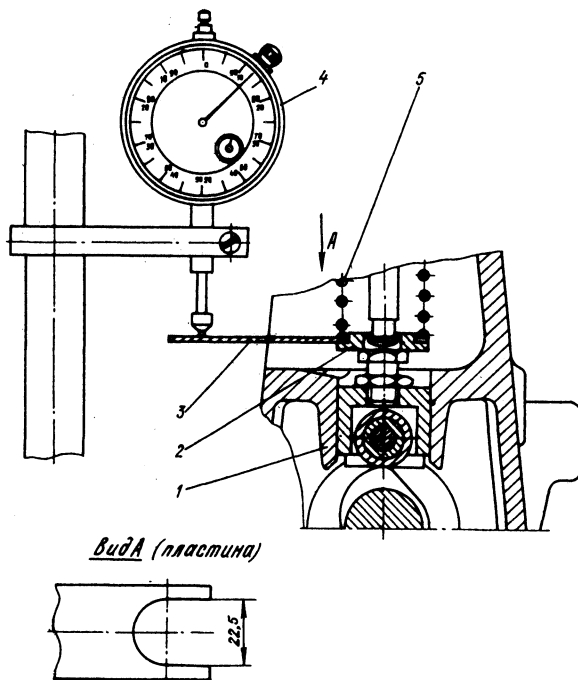

Рис. 49. Прибор для проверки величины подъема толкателя:
2. Снять боковую крышку насоса и установить пластину 3 (рис. 49) толщиной 2 мм с пазом так, чтобы цилиндрический выступ нижней пружины тарелки толкателя вошел в паз, а сама пластина находилась между нижней тарелкой 2 и опорным витком пружины 5.